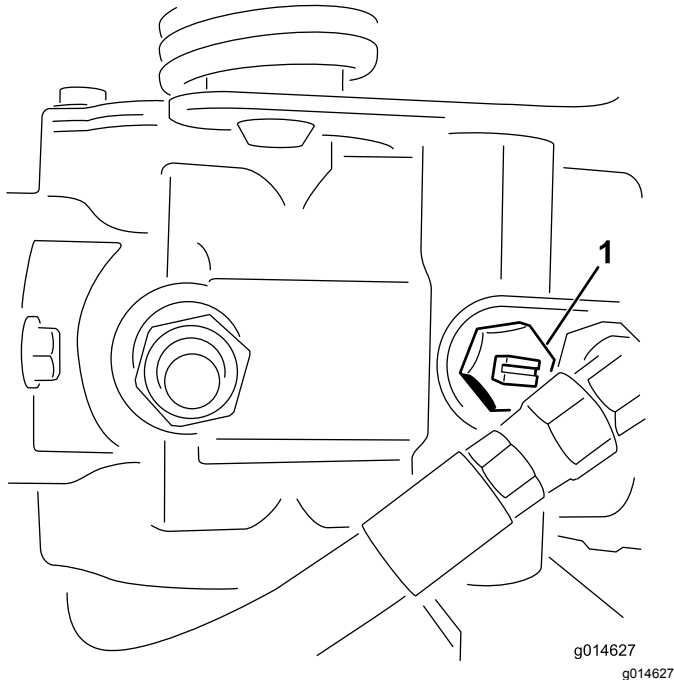

Bild 22
1. Ermitteln Sie das Sicherheitsventil an der Pumpe und drehen es so, dass der Schlitz vertikal ist (Bild 22).
2. Schließen Sie vor dem Starten des Motors das Sicherheitsventil. Drehen Sie den Schlitz des Ventils in die horizontale Stellung (Bild 22). Starten Sie den Motor nie, wenn das Ventil noch offen steht.